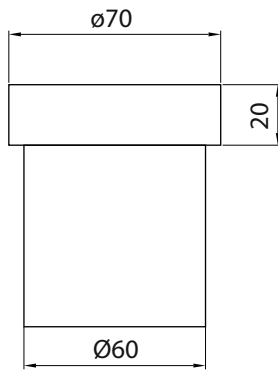

Figura 2
4. La fresa a utilizar en este caso es la constante "a", es decir 19,5 mm (Figura 2)